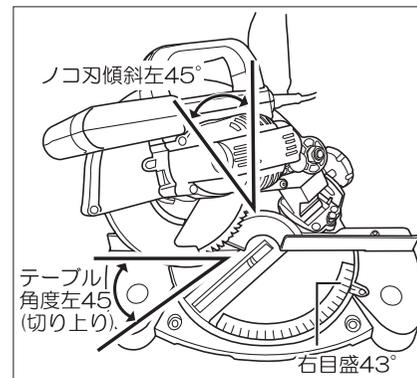

図16
- 傾斜角度45度の切断では、テーブルの角度を右目盛り43度(約)の位置に合わせて固定してください。(図16参照)